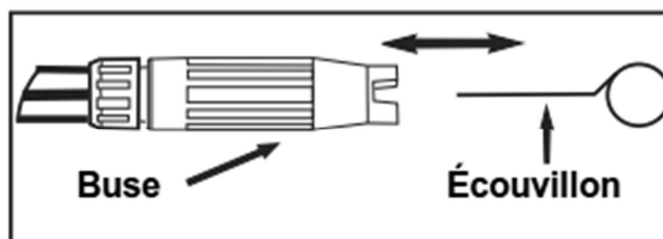

Figure 5 – Insérer le fil dans le trou de la buse et le faire en avant et en arrière pour déloger les débris
- Avec l'écouvillon inclus ou un trombone déplié, insérez le fil dans le trou de la buse et faites-le bouger en avant et en arrière pour déloger les débris. (Voir figure 5)